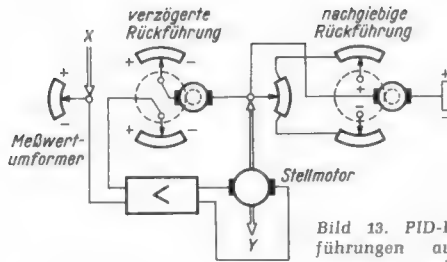

Bild 13. PID-Regler mit Rückführungen aus Meßpotentiometern und Hilfsmotoren
eingestellt werden. Bild 13 zeigt ebenfalls einen PID-Regler, aufgebaut aus einer verzögerten und einer nachgebenden Rückführung mit Meßpotentiometergebnern und Gleichstrommotoren. Der Einfluß der einzelnen Regelanteile wird hier durch Wahl der an den jeweiligen Klemmen + und - liegenden Betriebsspannungen eingestellt. Zuletzt sei in Bild 14 ein rein elektronischer PID-Regler gezeigt (13). Die einzelnen Regelanteile für P-, I- und D-Werte werden hier mit den Potentiometern R_p , R_I und R_D eingestellt. Es handelt sich hier um einen Gleichspannungsverstärker, da dieser ja auch bei der Frequenz 0 arbeiten soll, in Anodenbasisschaltung, bei dem der Gegenkopplungsanteil in der gezeigten Weise durch verzögerte und nachgebende Rückführungen, gebildet aus entsprechend bemessenen RC-Gliedern, beeinflusst wird.